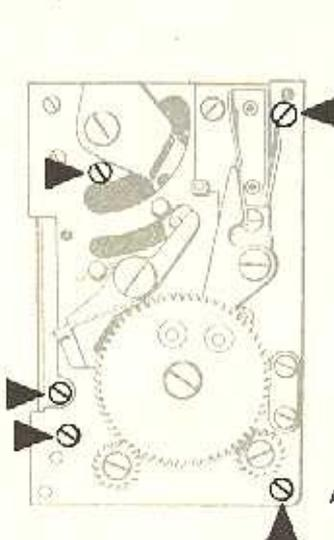

Abb. 2
- Sämtliche Befestigungsschrauben für die rechte Verschußplatte (4 Stück) und für das Verschußabdeckblech 370.03 U 14 (1 Stück) (s. Abb. 2) sowie für das Abdeckblech, rechts 370.03 – 24 (3 Stück) lösen und entfernen. Verschußplatte abnehmen, dabei Verschußabdeckblech nach hinten biegen.